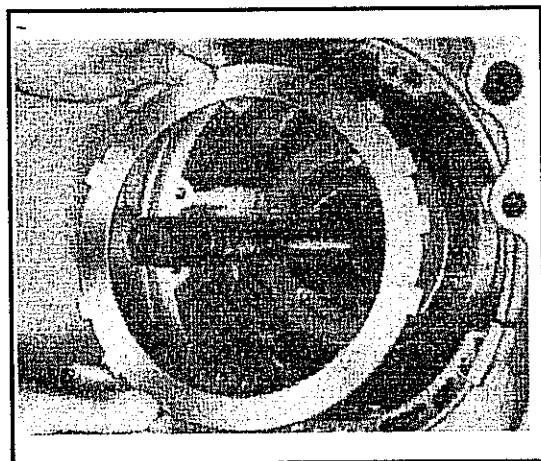

Abb. 10-129 Druckscheibe an der Lamellenkupplung für 2. Gang
- Die Druckplatte der Kupplung 2. Gang wie in Abb. 10-129 gezeigt montieren.